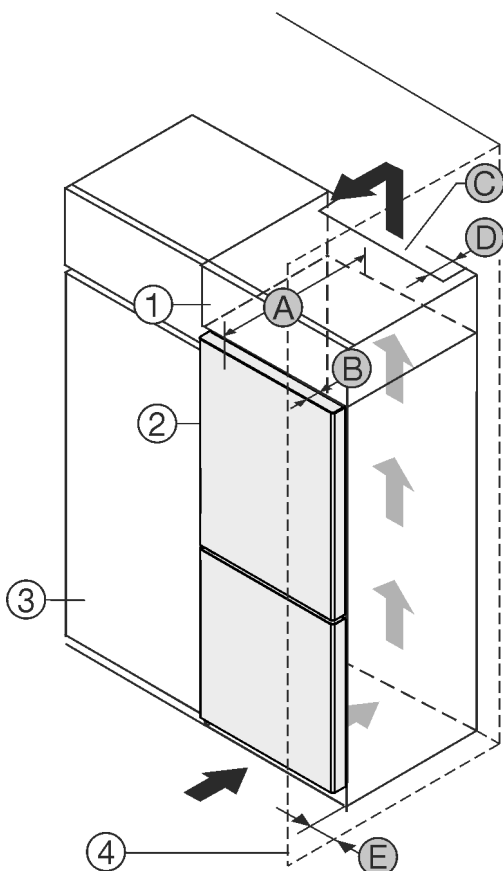

Fig. 1
Amplasați aparatul direct lângă dulapul de bucătărie Fig. 1 (3).
În partea din spate a dulapului suspendat trebuie să existe o fantă de aerisire cu grosimea Fig. 1 (D) pe toată lățimea dulapului suspendat.
Sub tavanul încăperii trebuie să fie respectată secțiunea de ventilație Fig. 1 (C).
Atunci când aparatul este montat cu balamalele lângă un perete Fig. 1 (4), distanța dintre aparat și perete trebuie să fie de minim 13mm.
Atunci când aparatul este montat cu balamalele lângă un perete Fig. 1 (4), distanța dintre aparat și perete trebuie să fie de minim 20mm.
Pentru a putea deschide complet ușa, aparatul trebuie să fie proeminent cu cel puțin adâncimea ușii Fig. 1 (B) față de suprafața frontală a dulapului de bucătărie. În funcție de adâncimea dulapurilor de bucătărie Fig. 1 (3) și utilizarea distanțierelor de perete, aparatul poate ieși mai mult în afară.*